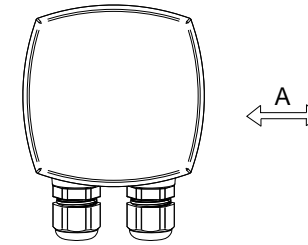

Fig. 1 Sens d'installation dans la gaine (A = sens de l'écoulement d'air)
- Placez le transmetteur DTTC/DTTHC dans la gaine avec les presse-étoupes perpendiculaires au sens de l'écoulement d'air, voir Fig. 1.